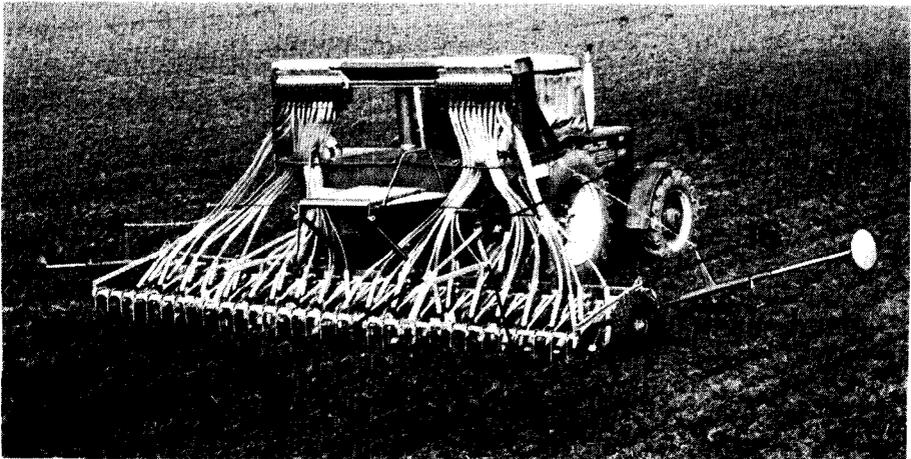

Fig. 10
8. Der Saatstriegel (falls vorhanden) ist mit den Tragschienen an den Halteflaschen (Fig. 10/14) und mit den Tiefenbegrenzungs-Stangen am Rahmen (Fig. 10/15) zu befestigen. *Die Zugstangen sind seitlich an den dafür vorgesehenen Haltern (Fig. 10/16) anzubringen. Der Tiefgang des Saatstriegels kann an den Tiefenbegrenzungs-Stangen (Fig. 10/17) eingestellt werden.*